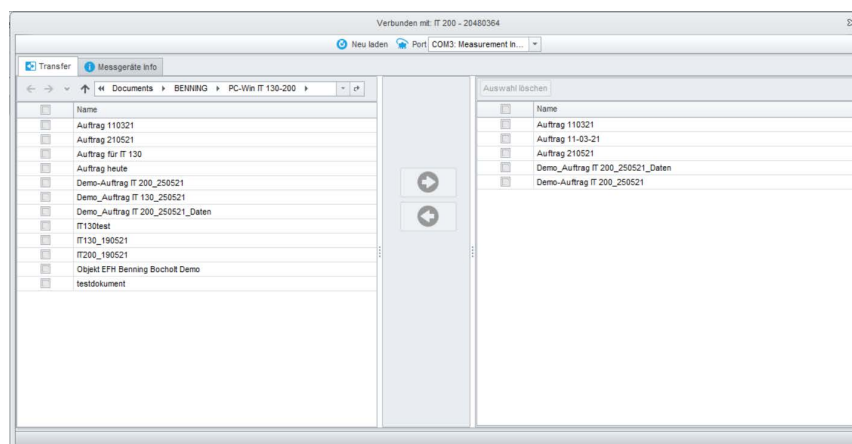

Abbildung 7.4: Menü des Verbindungsfensters
**Verbinden** : Öffnet ein Fenster (**Abbildung 7.4**) zur Übertragung mehrerer Objektstrukturdateien zwischen dem BENNING IT 200 und dem PC.